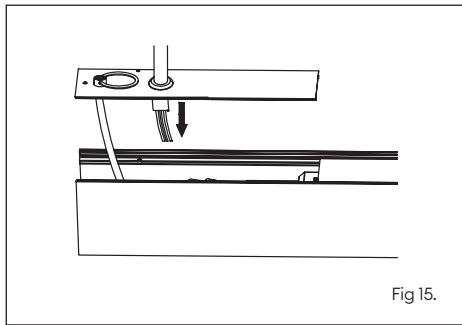

Fig 15.
5. Bring the cable through the grommet. (Fig 15.)
4. Dévissez l'embout et la plaque à bornes à l'aide des 2 vis sur la partie supérieure, à côté du passe-câble (fig. 15).
5. Faites passer le câble dans le passe-câble (fig. 15).
5. Far passare il cavo attraverso il passacavo. (Fig. 15.)